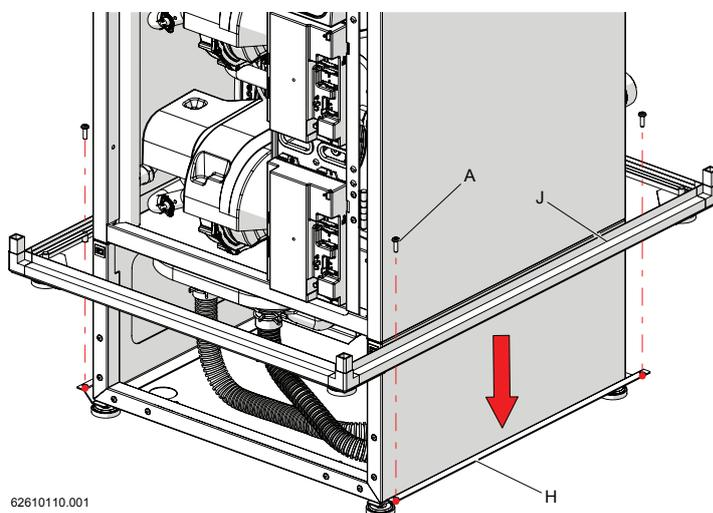
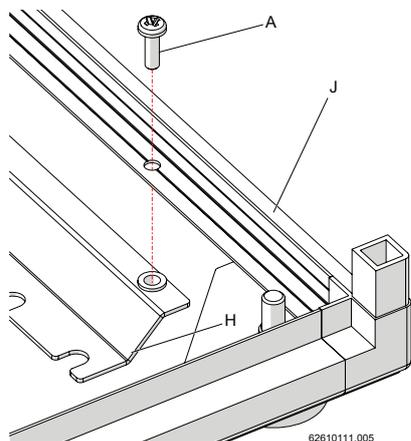
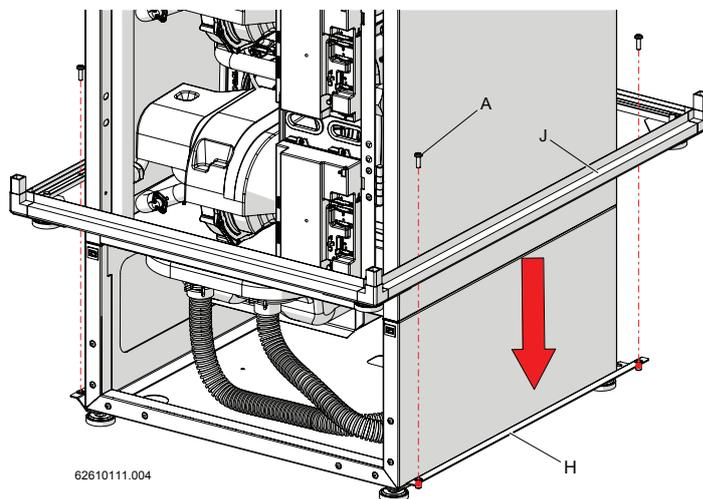

Figura 5-36
Figura 5-37
Figura 5-64
3.-inserire il telaio inferiore "J" (Figura 5-36) e fissarlo alla staffa "H" con le apposite viti "A" in corrispondenza dei fori presenti (Figura 5-37);
- 3.-inserire il telaio inferiore "J" (Figura 5-64) e fissarlo alla staffa "H" con le apposite viti "A" in corrispondenza dei fori presenti (Figura 5-37);